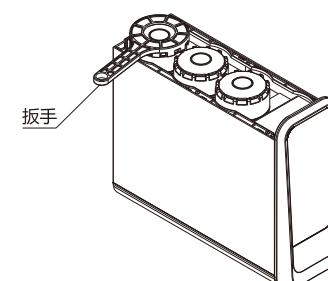
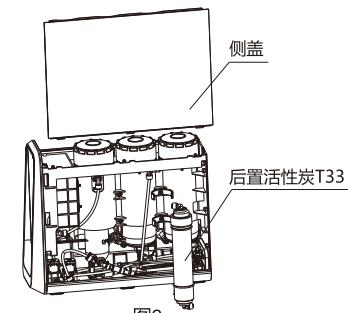

图1
图2
- ①. 关闭进水三通球阀，打开龙头，让机器运行一段时间排空机器内部的残留水，关闭电源。
- ②. 用配套的滤芯扳手将需要更换的滤芯瓶盖打开，如图1。取出滤芯，更换后拧紧滤芯盖。后置活性炭出厂已经装配，更换时需要拆除侧盖更换，如图2。